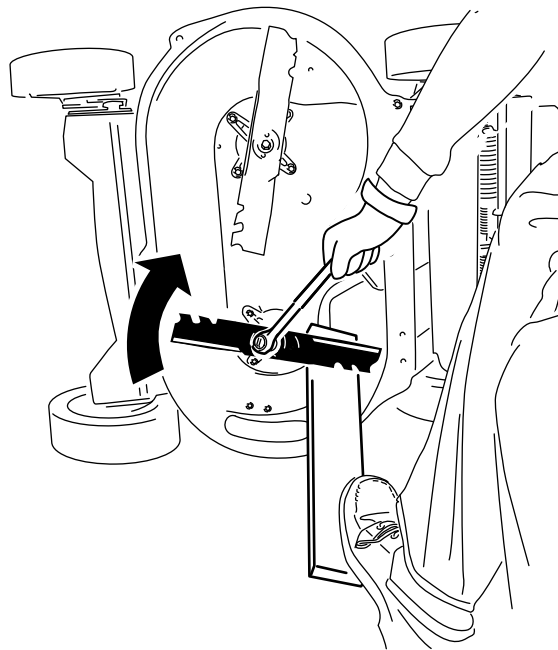

Рисунок 42
2. Удерживайте каждый нож неподвижно с помощью доски и заверните болт крепления ножа по часовой стрелке с помощью динамометрического ключа, как показано на Рисунок 42; затяните болт крепления ножа с моментом 82 Н·м.